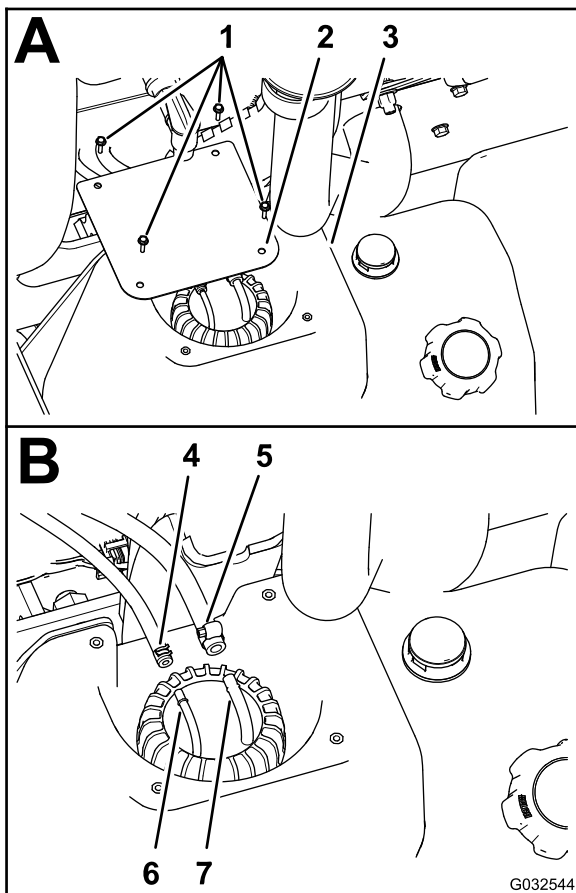

Figura 82
2. En el depósito de combustible, retire los 4 tornillos (Nº 10 x 3/4") que sujetan la tapa a la parte superior del depósito de combustible, y retire la tapa (Figura 82, A).
3. Afloje las abrazaderas que sujetan las 2 mangueras de combustible a los 2 acoplamientos de manguera, en la parte superior del conjunto de tuberías de combustible (Figura 82, B).
4. Desconecte las dos mangueras de los acoplamientos, y vacíe cualquier combustible que queda en la manguera en un recipiente de combustible homologado (Figura 82, B).
4. Monte la manguera de combustible de 6.4 mm (¼") sobre el acoplamiento de manguera de 6.4 mm (¼"), y sujete la manguera al acoplamiento con la abrazadera (Figura 82, B).
5. Monte la manguera de combustible de 8 mm (5/16") sobre el acoplamiento de manguera de 8 mm (5/16") , y sujete la manguera al acoplamiento con la abrazadera (Figura 82, B).
6. Monte la tapa en el depósito (Figura 82, A) con los 4 tornillos (Nº 10 x ¾") que retiró en el paso 2 de Retirada del filtro de combustible del depósito \(página 67\).